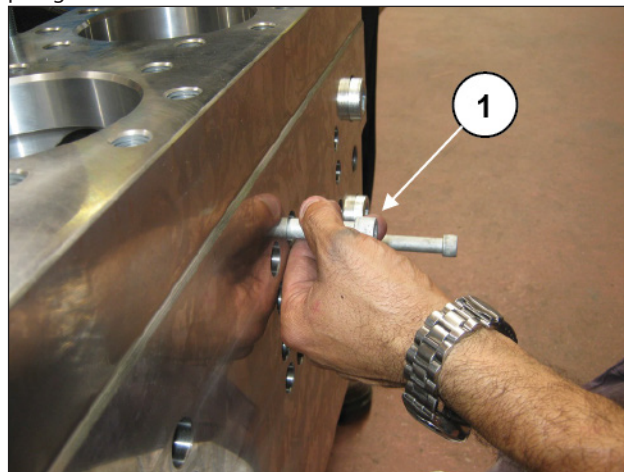
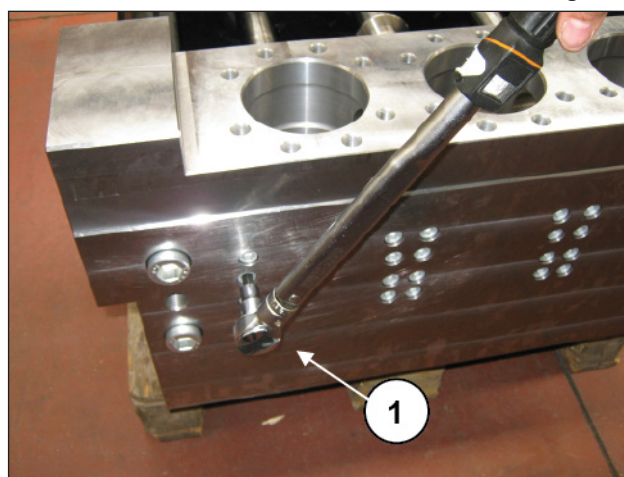

Fig. 239
Fig. 240
Inserire le viti M12 per il fissaggio del supporto camicia nelle apposite sedi presenti sulla parte anteriore della testata (pos. ①, Fig. 239) e serrarle tarandole con chiave dinamometrica (pos. ①, Fig. 240) come indicato nel paragrafo 3.